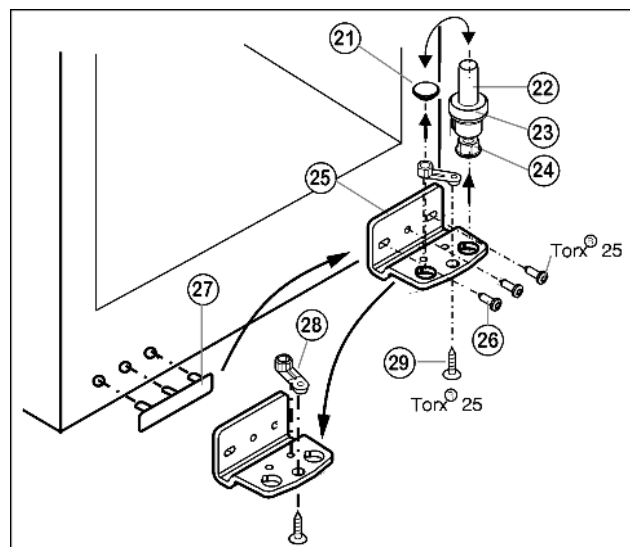

Fig. 5
- ▶ Lagerbout Fig. 5 (22) compleet met schijfje Fig. 5 (23) en stelvoetje Fig. 5 (24) naar boven eruit trekken.
- ▶ Stop Fig. 5 (21) eraf halen.
- ▶ Lagerbus Fig. 5 (25) losschroeven Fig. 5 (26).
- ▶ Lagerdeel Fig. 5 (28) losschroeven Fig. 5 (29) en in het tegenoverliggende opnamegat van de lagerbus omzetten en weer vastschroeven.
- ▶ Afdekking aan de greepzijde Fig. 5 (27) voorzichtig optillen en op de tegenoverliggende zijde plaatsen.
- ▶ Lagerbus Fig. 5 (25) aan de nieuwe scharnierzijde evt. met behulp van een accuschroevendraaier weer **goed (met 4 Nm)** vastschroeven.
- ▶ Stop Fig. 5 (21) weer in het andere gat plaatsen.
- ▶ Lagerbout Fig. 5 (22) compleet met schijfje en stelvoetje weer aanbrengen. Er daarbij op letten, dat de sluitnok naar achter wijst.
- ▶ Plaats de deur van boven op de lagerbout beneden Fig. 5 (22).
- ▶ De deur eventueel via de beide langsgaten in de lagerbus onder Fig. 5 (25) ten opzichte van de kast uitlijnen. Daartoe middelste schroef uitdraaien.